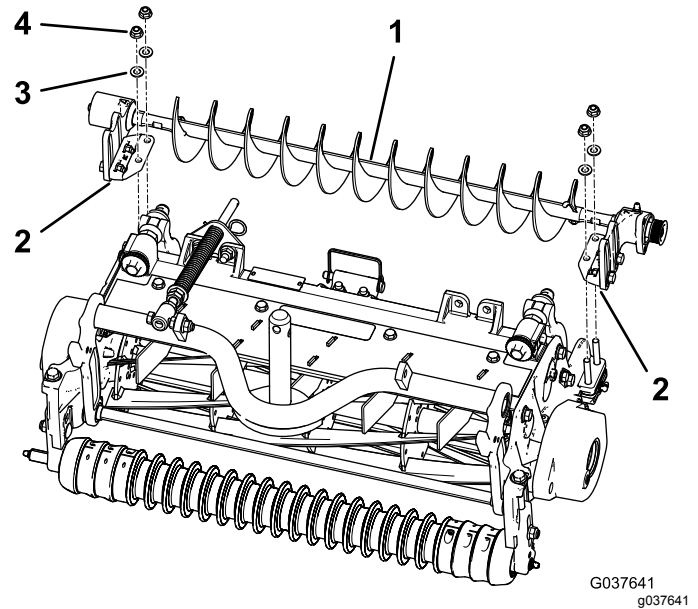

Figura 9
4. Coloque os suportes de montagem do conjunto da escova do rolo esquerdo ou direito nos parafusos de suporte do rolo (Figura 9).